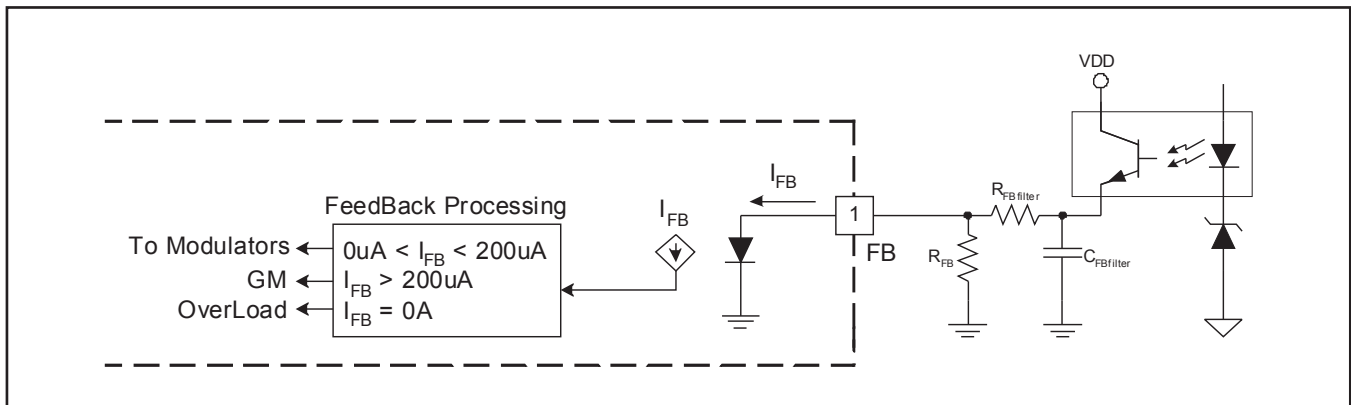

図 24. FBの詳細
に使用されます。UCC28610では、内部電流ミラーを使用し、帰還処理ブロックにFB電流を印加した後、周波数変調回路および電流変調回路ブロックへと印加します。FBピンの電圧は、0.7Vで一定です。図24に示すように、フォトカップラのエミッタには、フォトカップラ出力のACフィルタリングを適用する必要があります。図24のフィルタのコーナー周波数は、コンバータの最大スイッチング周波数よりも10倍以上高くする必要があります (式 (11) を参照)。FBピンとGNDの間に100k $\Omega$ の抵抗 $R_{FB}$ を配置することにより、グラウンド・ノイズによってFBピンに負電流がバイアスされて過負荷タイマがリセットされるのを防ぎます。多くの場合、電流伝達比 (CTR) が低いフォトカップラを使用すると、2次リファレンスのバイアス電流によって、高CTRデバイスよりも無負荷時の性能が向上します。また、CTRが低いと、高CTRデバイスよりもノイズ耐性が向上します。